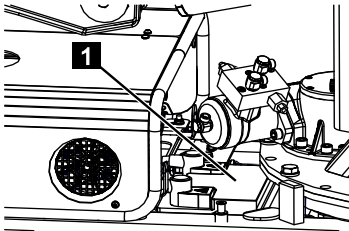

Fig. 150
4. Raccorder le câble rouge à la borne positive (Fig.150/1) de la batterie.